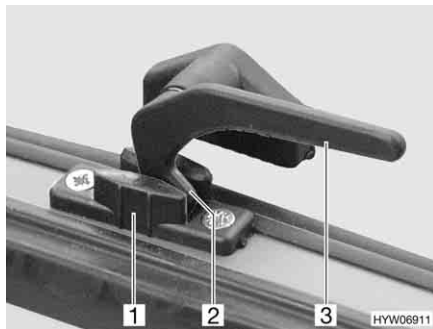

Bild 54 Verriegelungshebel in Stellung "Dauerbelüftung"
- in Stellung "Dauerbelüftung" (Bild 54)
- Den Verriegelungshebel (Bild 54,3) eine viertel Umdrehung zur Fenstermitte hin drehen.
- Den Verriegelungshebel wieder zurückdrehen. Die Verriegelungsnase (Bild 54,2) dabei in die Aussparung der Fensterverriegelung (Bild 54,1) einfahren.